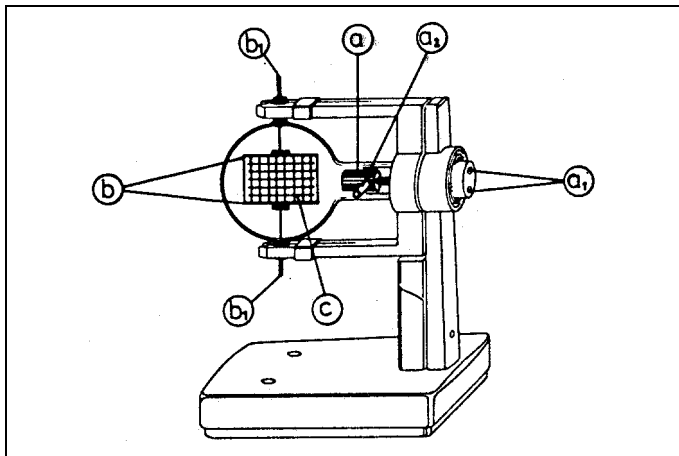

Fig. 1
- Steckerstifte (a_2) und (b_1) - vgl. Fig. 1 - durch Kupplungen (501 641) berührungssicher abdecken (Hochspannung!)
- Plug pins (a_2) and (b_1) - cf. Fig. 1 - are to be covered safe to touch by means of two-way plug adapters (501 641) (high tension).
Funktionsteile (Fig. 1)
Operational parts (Fig. 1)